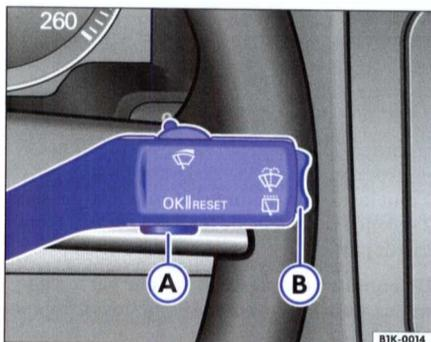

Fig. 9 Levier d'essuie-glace : touche (A) et commande à bascule (B)
« clé à fourche » apparaît en même temps que le message « km » indiquant le nombre de kilomètres restants à parcourir d'ici l'échéance de l'entretien. Cet affichage change au bout de 10 secondes environ. Un symbole de « montre » apparaît en même temps que le nombre de jours restants d'ici l'échéance de l'entretien. Le message suivant apparaît sur l'afficheur du combiné d'instruments : **SERVICE DANS ...KM OU ...JOURS**. Le message d'entretien s'éteint environ 20 secondes après l'établissement du contact d'allumage ou lorsque le moteur tourne. Vous pouvez également passer à l'affichage normal en appuyant sur la touche de remise à zéro du totalisateur partiel ou sur la commande à bascule ⇒ page 14, fig. 9 ⑧.
tact d'allumage ou lorsque le moteur tourne. Vous pouvez également passer à l'affichage normal en appuyant sur le bouton de remise à zéro du totalisateur partiel ou sur la commande à bascule de l'indicateur multifonction ⇒ page 14, fig. 9
– Le contact d'allumage étant mis, appuyez brièvement sur la touche ⇒ fig. 9 (A) sur le levier d'essuie-glace/de lave-glace pour passer d'une mémoire à l'autre.
Dans l'indicateur multifonction (MFA), actionnez la commande à bascule ⇒ fig. 9 (B) du levier d'essuie-glace/ de lave-glace pour faire défiler les indications suivantes :